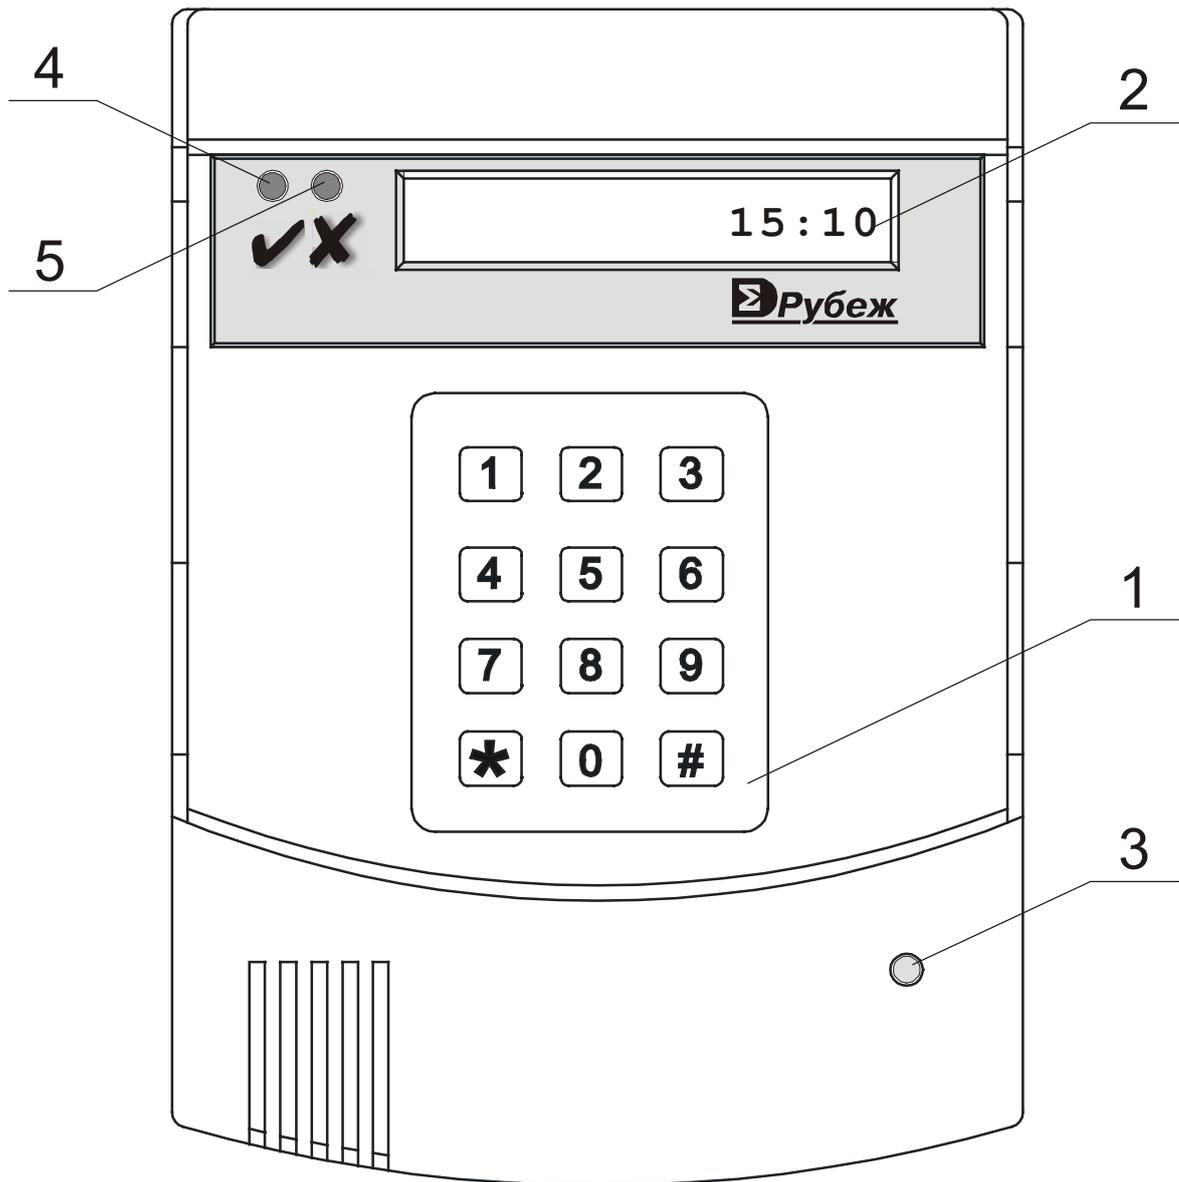

Рис. 1 Внешний вид ПУО
В составе прибора ПУО (Рис. 1) используется в качестве сетевого устройства и подключается по линии связи к БЦП по интерфейсу RS-485 . Если ПУО является последним устройством в линии RS-485 – необходимо установить перемычку JP1 согласующего резистора (120 Ом).
- ввод данных пользователем с клавиатуры (1, Рис. 1);
- отображение принятых от пользователя и от БЦП данных на экране дисплея(2, Рис. 1);
- звуковую и светодиодную индикацию режимов работы с помощью элементов ПУО(3, 4, 5, Рис. 1).
- индикатор сигнала “ОШИБКА”- красный на корпусе(5,Рис. 1). При поступлении сигнала “ОШИБКА” происходит трехкратное включение индикатора на 0,5 с.
- индикатор сигнала подтверждения выполнения операции “ОК” - зеленый на корпусе(4,Рис. 1) ;
- индикатор сетевого режима схемы приемопередатчика RS-485 -красный, на корпусе(3,Рис. 1);
ПУО конструктивно выполнен в пластмассовом разъемном корпусе (Рис. 1) и состоит из крышки (Рис. 3) и основания корпуса (Рис. 4). Корпус ПУО обеспечивает степень защиты IP20. В пазах крышки корпуса закреплена откидывающаяся защитная накладка, в случае необходимости закрывающая “окно” экрана и клавиатуру. На внутренней стороне крышки корпуса размещены - магнит геркона, обеспечивающий защиту от несанкционированного вскрытия корпуса, и светодиоды индикации, вклю-